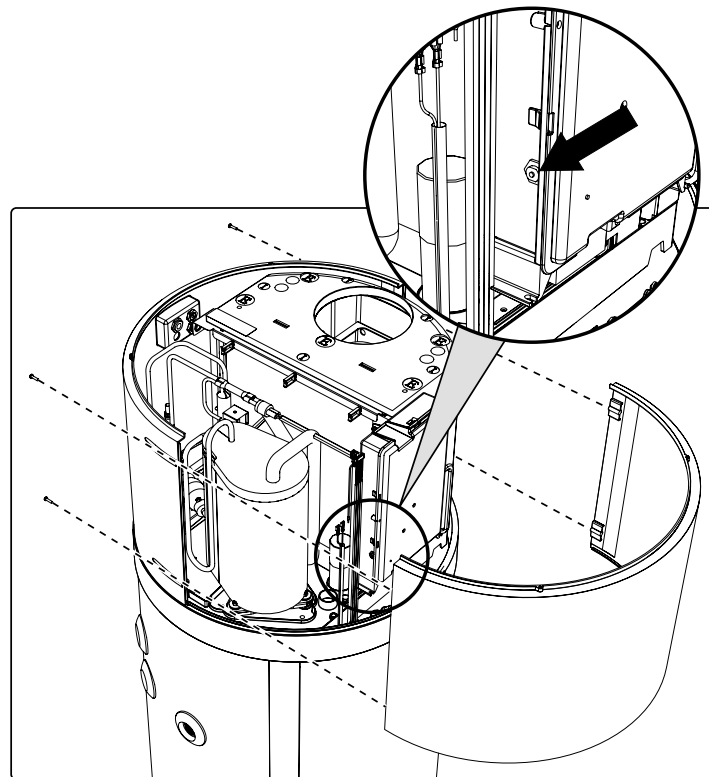

fig. 30- Rimozione del pannello anteriore
- Rimuovere il pannello anteriore e resettare manualmente il termostato di sicurezza scattato (fig. 30). In caso di intervento, il perno centrale del termostato fuoriesce di circa 2 mm.